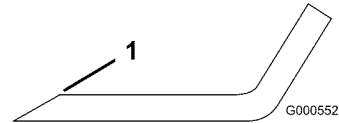
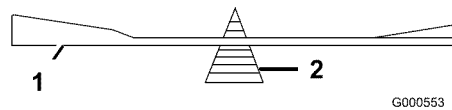

Figura 36
Figura 37
2. Verifique el equilibrio de la cuchilla colocándola sobre un equilibrador de cuchillas (Figura 37). Si la cuchilla se mantiene horizontal, está equilibrada y puede utilizarse. Si la cuchilla no está equilibrada, rebaje algo el metal en la parte de la vela solamente (Figura 36). Repita este procedimiento hasta que la cuchilla esté equilibrada.
1. Utilice una lima para afilar el filo de corte en ambos extremos de la cuchilla (Figura 36). Mantenga el ángulo original. La cuchilla permanece equilibrada si se retira la misma cantidad de material de ambos bordes de corte.